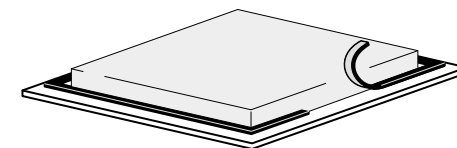
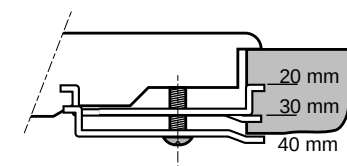

fig. 9
fig. 10
- Sägen Sie ein Loch mit den auf den Abbildungen 4 und 5 angegebenen Maßen in die Arbeitsplatte. Kleben Sie das Abdichtungsband auf die Unterseite des Kochfeldes (siehe Abb. 9) und setzen Sie das Kochfeld in die Aussparung. Befestigen Sie das Kochfeld an der Arbeitsplatte; ziehen Sie dazu die 4 Klemmen an (siehe Abb. 10).